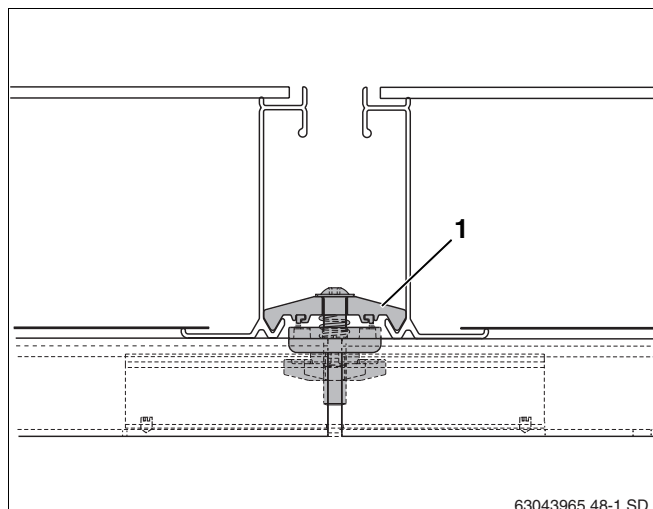

Fig. 48 Tendeur double face entre deux capteurs
Le serre-flanc (fig. 48, **pos. 1**) du tendeur s'insère maintenant dans le bord inférieur du capteur.